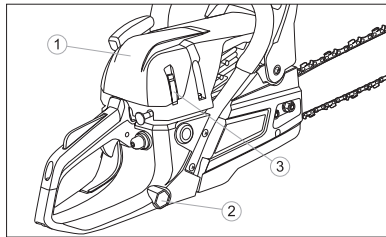

Рис. 24
- Снимите крышку воздушного фильтра 1 (рис.24) отстегнув защелки 3. Для этого используйте отвертку на свечном ключе 2.